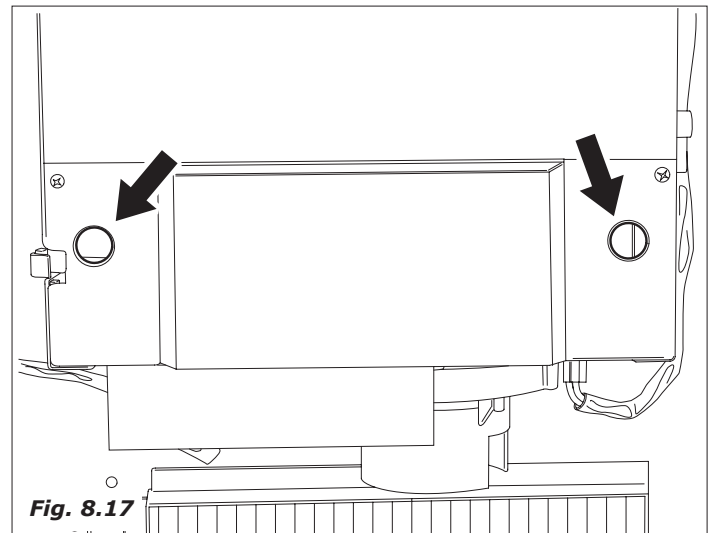

Fig. 8.17
- Fechar a porta transparente e localizar os dois furos de acesso aos parafusos (Fig. 8.17); desapertá-los sem extraí-los.